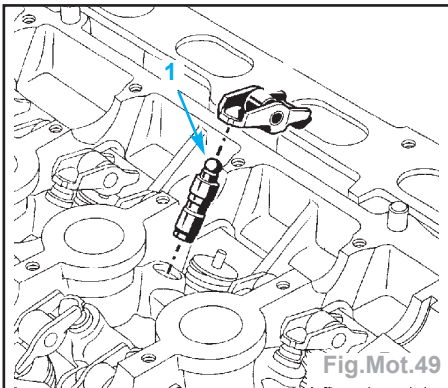

Fig.Mot.49
- Pour savoir s'il faut réamorcer les butées hydrauliques, appuyer sur le haut de chaque butée en (1) avec le pouce, s'il y a enfoncement du piston de la butée, plonger celle-ci dans un récipient plein de gazole puis la remonter (Fig.Mot.49).